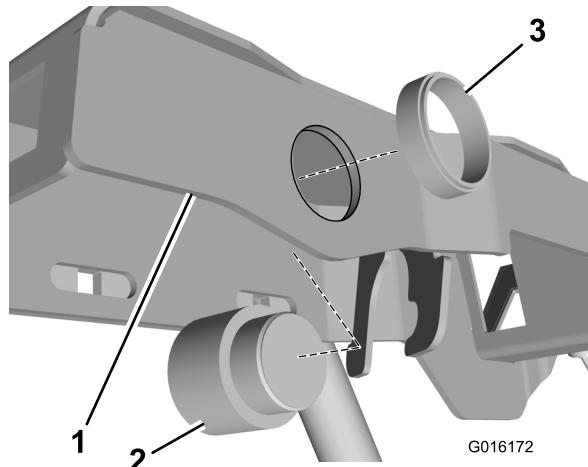

図 1
- 音声アラームをコンソールアームのフレームに取り付ける(図1)。